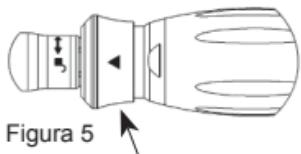

Figura 5
2. Segurar firmemente no manípulo com uma mão e com a outra mão empurrar e rodar a manga de libertação do acessório de ligação até que a seta fique alinhada com o símbolo desbloquear (Figura 5).